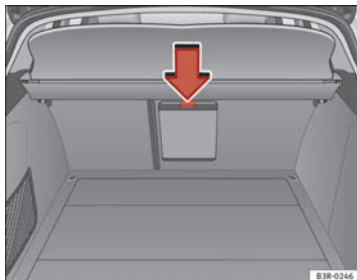

Abb. 128 Ausschnitt der Rücksitzbank von hinten: Deckel der Durchladeeinrichtung
- Drücken Sie die Entriegelungstaste für den Deckel des Durchladesacks ⇒ Abb. 128 -Pfeil- und schwenken Sie ihn nach unten.